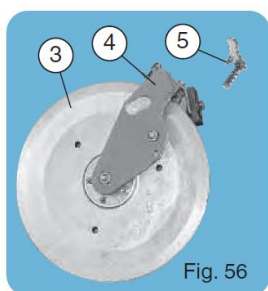

Fig. 56
- 1 płytki oporowej do unoszenia koła PRO **(5)** (fig. 56).